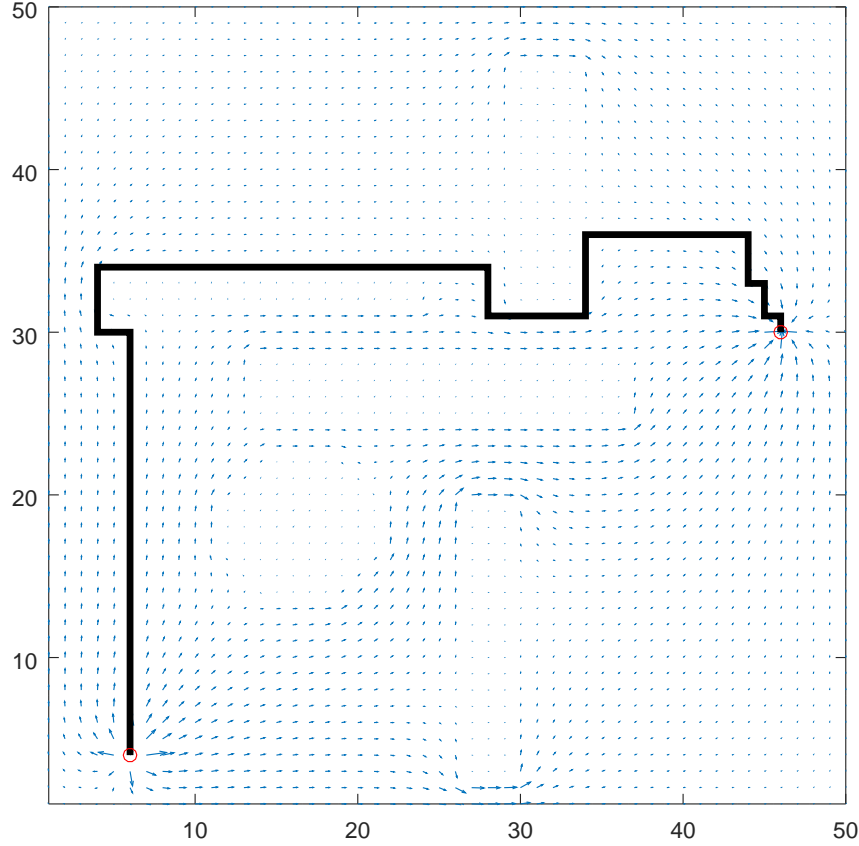

Figura 5: Campo de movimiento calculado en cada nodo. Se ilustra la trayectoria simple encontrada siguiendo las máximas corrientes.
9. Implemente alguna estrategia de visualización de esta trayectoria (ver por ejemplo la figura 5). Puede para ello extender la funcionalidad de la clase en `plotpy.h` para que permita visualizar los nodos y la trayectoria elegida, o puede implementar su propia clase.
de movimiento, tal y como lo ilustra la figura 5 utilizando el método `quiver` de `matplotlib`.